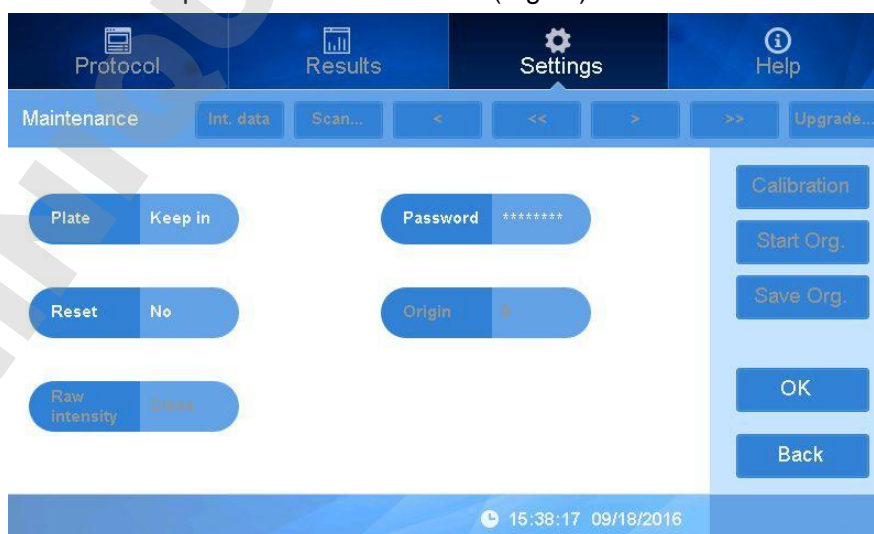

fig 51
- Cliquez "Maintenance" pour entrer dans l'interface (Fig 51).